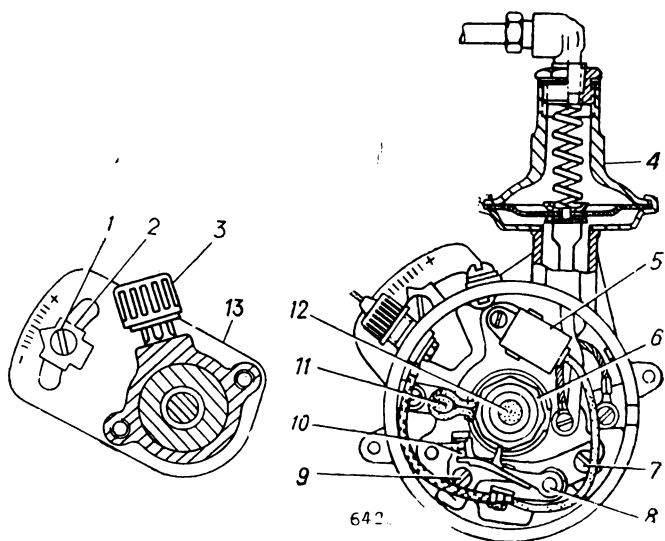

Рис. 53. Распределитель зажигания:
Распределитель зажигания (рис. 53) с центробежным и вакуумным автоматическим регулятором опережения зажигания. Валик распределителя имеет правое вращение (если смотреть сверху, со стороны крышки).
котором контакты прерывателя максимально разомкнуты. Для изменения зазора ослабьте винт 9 (см. рис. 53), крепящий стойку неподвижного контакта прерывателя, и, вращая эксцентриковый винт 7, установите по щупу зазор в пределах 0,3—0,4 мм. Щуп должен быть чистым. После установки правильного зазора заверните до отказа стопорный винт 9.
- 5) установите указатель 2 (см. рис. 53) октан-корректора в прорезь установочной пластины 13 распределителя зажигания. Поверните корпус распределителя зажигания до совмещения указателя 2 с серединой шкалы установочной пластины 13 и закрепите винтом 1;